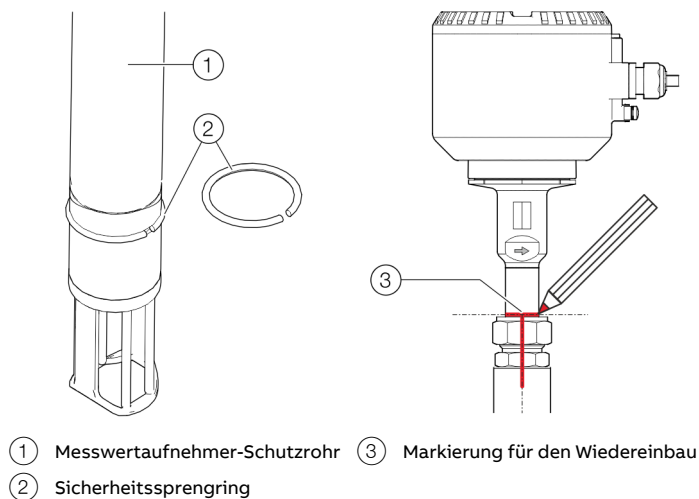

Abbildung 23: Sprengling und Markierung
2. Sicherheitssprengling mit Montagezange in die Sprenglingnut einsetzen (Siehe **Abbildung 23**, Pos. ②).
5. Die Ausrichtung und Höhe des Messwertaufnehmers mit einem geeigneten Stift auf dem Messwertaufnehmer-Schutzrohr, Klemmringverschraubung sowie dem Aufschweißadapter markieren (Siehe **Abbildung 23**, Pos. ③). Die Markierung der Überwurfmutter dient auch als Ausgangsposition (6 Uhr-Position, siehe **Abbildung 24**) für das Anziehen der Klemmringverschraubung
3. Die Ausrichtung und Höhe des Messwertaufnehmers mit einem geeigneten Stift auf dem Messwertaufnehmer-Schutzrohr, Klemmringverschraubung sowie dem Aufschweißadapter markieren (Siehe **Abbildung 23**, Pos. ③).
1. Sicherstellen, dass der Sicherheitssprengring in der vorgesehenen Sprengnugut eingelegt ist (Siehe **Abbildung 23**, Pos. ②).